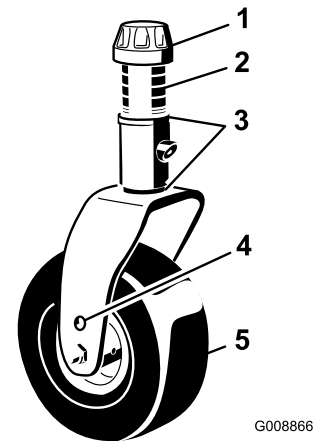

Figura 101
1. Retire el casquillo tensor del eje y deslice el eje fuera del brazo de la rueda giratoria (Figura 101). Vuelva a colocar los suplementos, según sea necesario, para elevar o bajar la rueda giratoria y obtener la inclinación correcta de la unidad de corte.